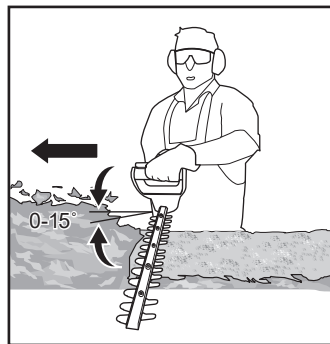

Fig. 8
7. Depois de cortar dos lados, avance para o topo. Tente manter o dispositivo de corte num ângulo de aproximadamente 15° em relação à superfície a cortar (Fig. 8).